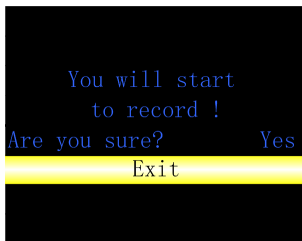
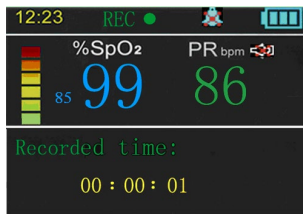

Figure 5.6 Menu de configuration de l'enregistrement
Figure 5.7 Interface heure d'enregistrement
- 1) Lorsque « Enregistrement » est « OFF », le sélectionner pour entrer dans le menu de configuration de l'enregistrement indiqué à la Figure 5.6. L'information d'invite « You will start to record! Are you sure ? » (L'enregistrement va commencer ! Voulez-vous continuer ?) s'affiche sur l'interface, sélectionner « Exit » (Quitter) après avoir réglé sur « Yes » pour entrer dans l'interface d'enregistrement, sous l'interface d'enregistrement, le signe d'enregistrement est « REC ● », il indique qu'il enregistre lorsque « ● » clignote, l'heure enregistrée s'affiche sur l'interface illustrée à la Figure 5.7. Sélectionnez « Exit » (Quitter) après avoir réglé sur « No » pour entrer dans l'interface qui n'enregistrera pas.